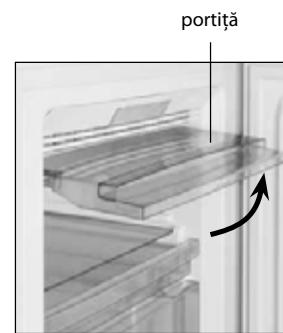

Figura 6
3.2 Pentru a încărca produsele pe raftul de sticlă de sus ridicați portița până la fixarea ei în poziție orizontală cum vedeti în figura 6.